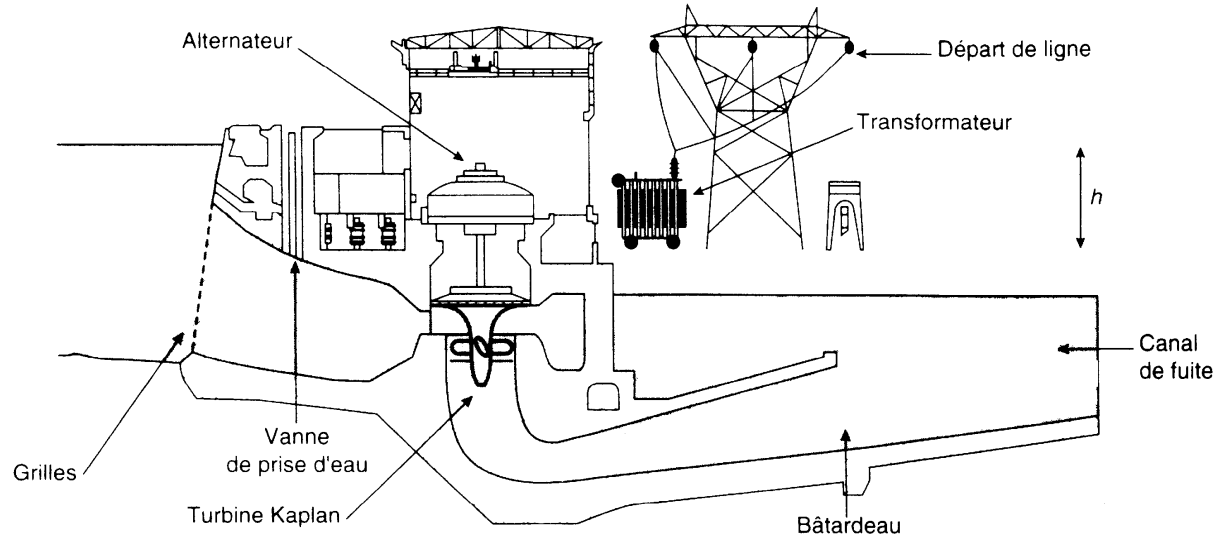

Fig. 15
5.3. Centrales de basses chutes (Fig. 15) :